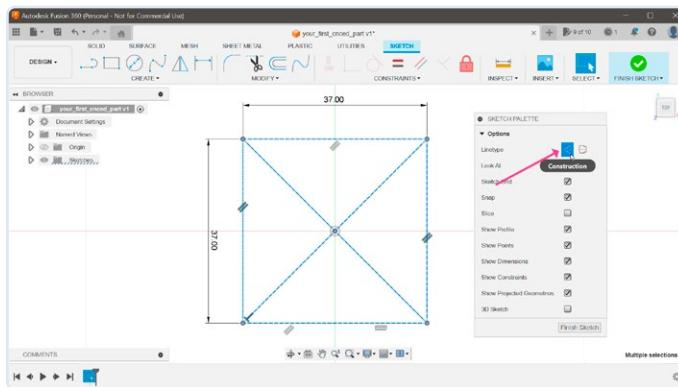

Figure 3. Modification de la définition des lignes dans le mode Construction.
3. Nous n'utiliserons pas cette forme pour extruder le boîtier parce que nous avons besoin de place autour du circuit imprimé. Il est logique de sélectionner toutes les lignes et de les transformer en lignes de construction en cliquant sur le bouton *Construction* dans la boîte de dialogue *Sketch Palette*. Ceci indique au programme Fusion 360 que nous n'utilisons pas les lignes comme guides (**figure 3**).